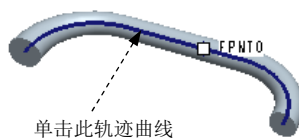

图 15.2.33 创建域点
(1) 在 **模型** 功能选项卡的 **基准** 区域中选择  点  域 命令。
(2) 如图 15.2.33 所示，单击选取轨迹曲线，系统立即在单击处的轨迹曲线产生一个基准点 FPNT0，这就是域点。
(3) 在“域基准点”对话框中单击 **确定** 按钮。